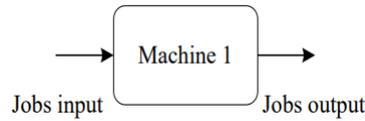

Figura 1.1 Esquema Single Machine (Framinan et al., 2014).
- Una máquina (Single Machine), cuyo esquema se muestra en la Figura 1.1